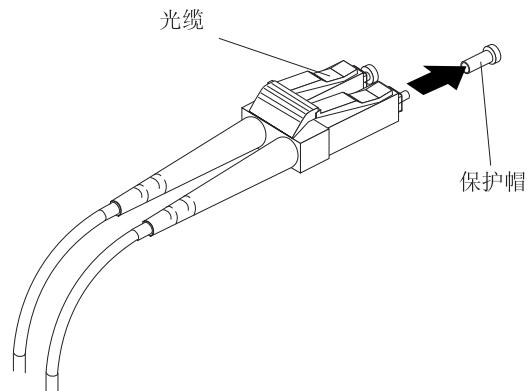

图 31. 卸下光缆保护帽
3. 如第 51 页的图 31 中所示, 从 LC-LC 电缆的一端卸下两个保护帽。请保管好保护帽以供将来使用。